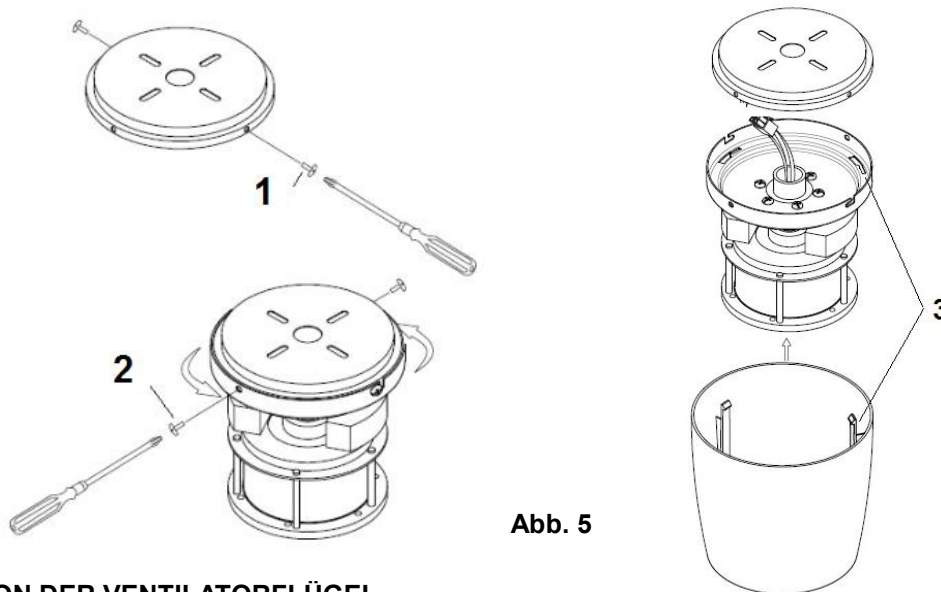

Abb. 5
- Lösen Sie die 2 Schrauben (2) der Halterung. Abb. 5
- Drehen Sie die 2 Schrauben (1) ca. eine halbe Umdrehung aus der Halterung. Abb. 5
- Setzen Sie die Halterung der Ventilatoreinheit an der Deckenhalterung an, und führen Sie die L-Laschen in die Schrauben (1) an der Deckenhalterung ein. Drehen Sie die Ventilatoreinheit im Gegenuhrzeigersinn, bis diese fest eingerastet ist, und sichern Sie die Verbindung, indem Sie die Schrauben (2) an der Ventilatorhalterung fest anziehen. Vermeiden Sie die Beschädigung der zuvor ausgeführten, elektrischen Verkabelung.
- Bringen Sie abschließend die Abdeckung des Motorgehäuses an der Hängeplatte an, und sichern Sie diese, indem Sie die Haken (3) durch die Schlitzte einführen und im Gegenuhrzeigersinn drehen, um diese zu sichern.